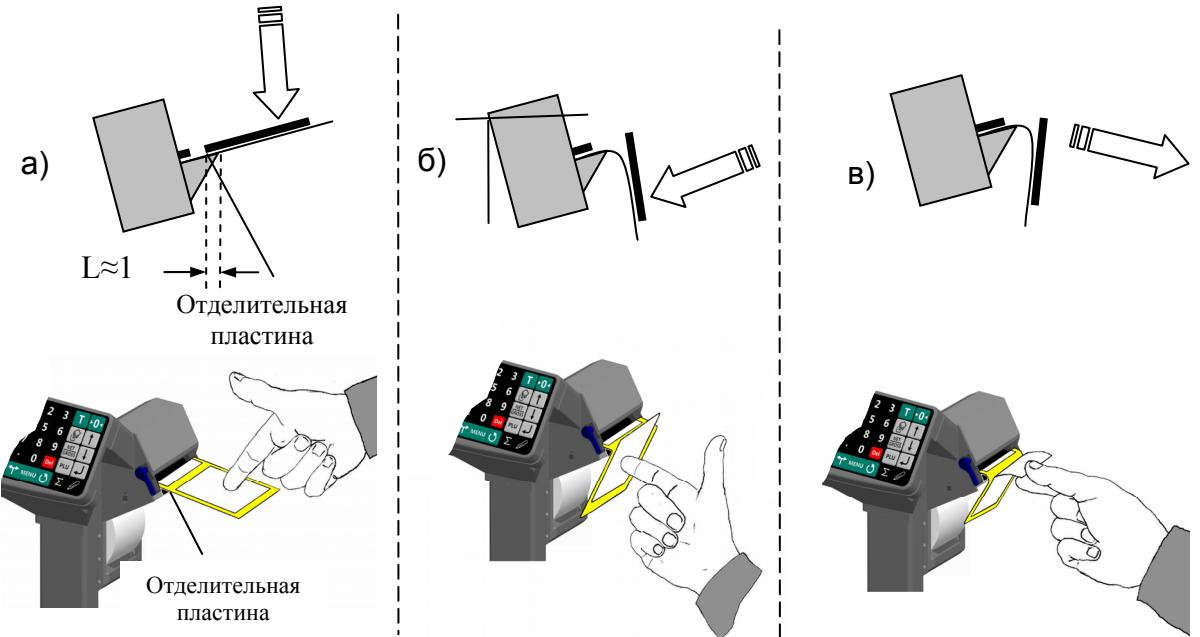

Рис. 4.10 - Ручное отделение этикетки
- После печати край этикетки остановится над отделительной пластиной (Рис. 4.10 а);
- Легким нажатием указательного пальца отклонить этикетку вниз вместе с лентой (Рис. 4.10 б). Край этикетки отделятся от ленты;
- Снять этикетку с ленты, удерживая ее за верхний край большим и указательным пальцами (Рис. 4.10 в).
ванное место остановки, когда край этикетки не доходит до конца отделительной пластины на 1÷2 мм (см. Рис. 4.10 а). Порядок изменения места остановки этикетки описан в разделе (п. 6.11.4.3). Первая этикетка после включения питания весов или после заправки рулона является контрольной и при печати выходит из принтера пустой.